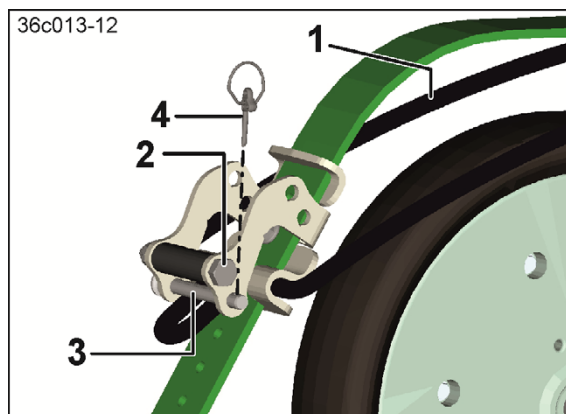

Рис. 159
Неиспользуемые загортачи (Рис. 159/1) можно привести в положение парковки.
2. Ослабьте винт с шестигранной головкой (Рис. 159/2).
3. Поверните зубья-загортачи (Рис. 159/1) в положение парковки.
4. Вставьте палец (Рис. 159/3) и зафиксируйте его пружинным фиксатором (Рис. 159/4).
5. Затяните винт с шестигранной головкой (Рис. 159/2).